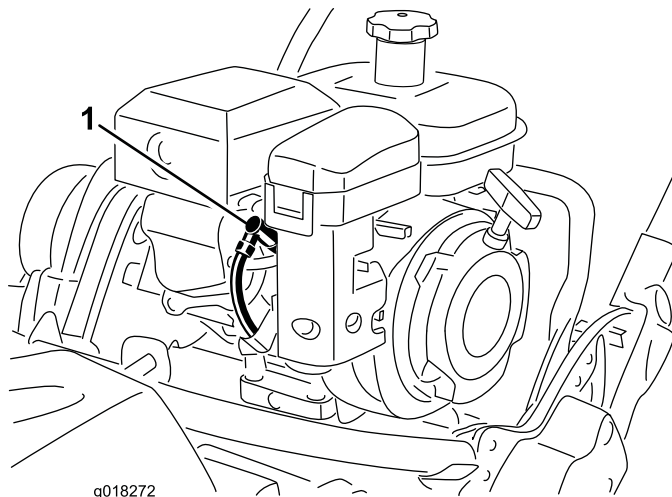

Рисунок 35
1. Снимите провод со свечи зажигания (Рисунок 35).